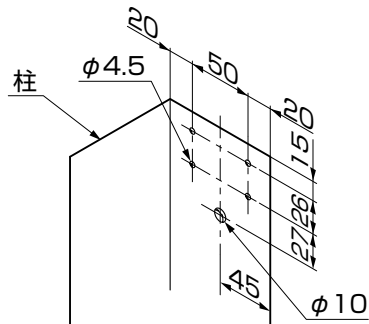

図2-1
- ①柱の桁取付け面に孔加工をしてください。(図2-1参照)
②しるしを付けた位置に孔加工をしてください。(図2-1参照)